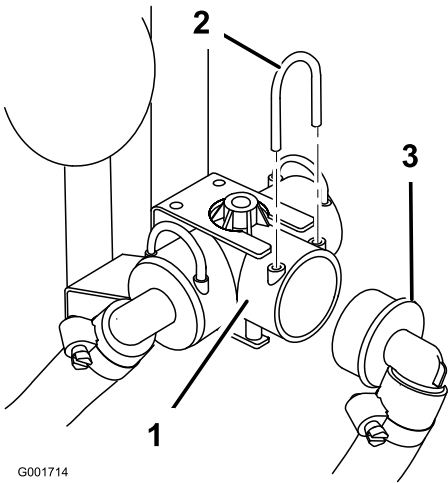

Figura 6
1. Localice el conjunto de la válvula en el lado derecho del depósito y retire la horquilla de retención para desconectar la manguera de alimentación de los brazos del acoplamiento en T (Figura 6).